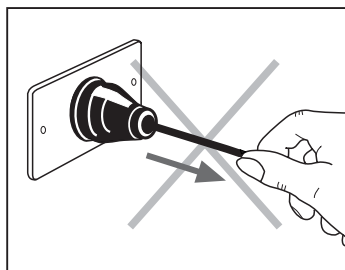

Fig. 2
- Ne tirez pas sur le cordon d'alimentation ou sur l'appareil pour retirer la fiche de la prise de courant **(Fig. 2)**